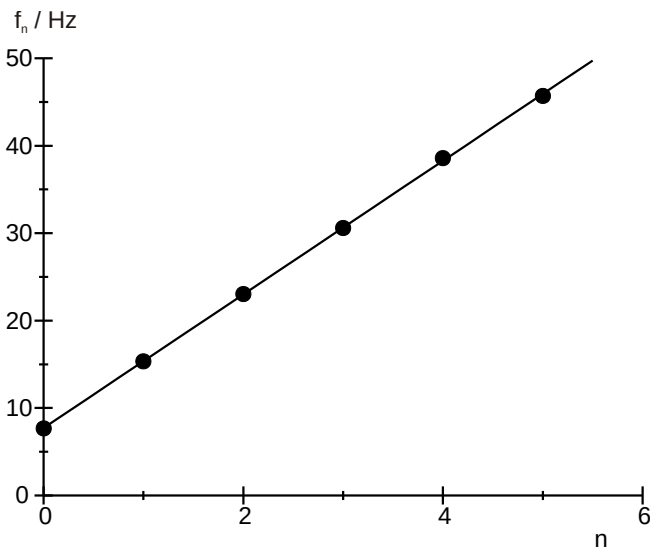
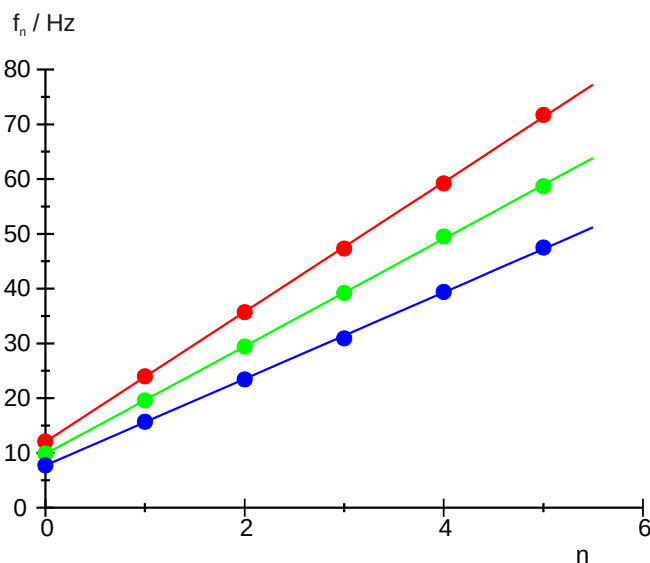

Fig. 6: Resonanzfrequenz in Abhängigkeit von der Knotenzahl für die Schraubenfederwellen.
Fig. 7: Resonanzfrequenz in Abhängigkeit von der Knotenzahl für die Seilwellen bei Spannkraften $F = 0,6$ N (blau), $F = 1,0$ N (grün) und $F = 1,4$ N (rot).
- Resonanzfrequenzen f_n für die Schraubenfederwellen (Tab. 1) und die Seilwellen (Tab. 2) gegen die Zahl der Schwingungsknoten n graphisch auftragen und jeweils Geraden anpassen (Fig. 6, Fig. 7).
Die Wellengeschwindigkeit hängt bei sonst gleichen Parametern von der Spannkraft F ab, wie Fig. 7 bzw. Tab. 4 für die Seilwellen belegen. Es gilt: